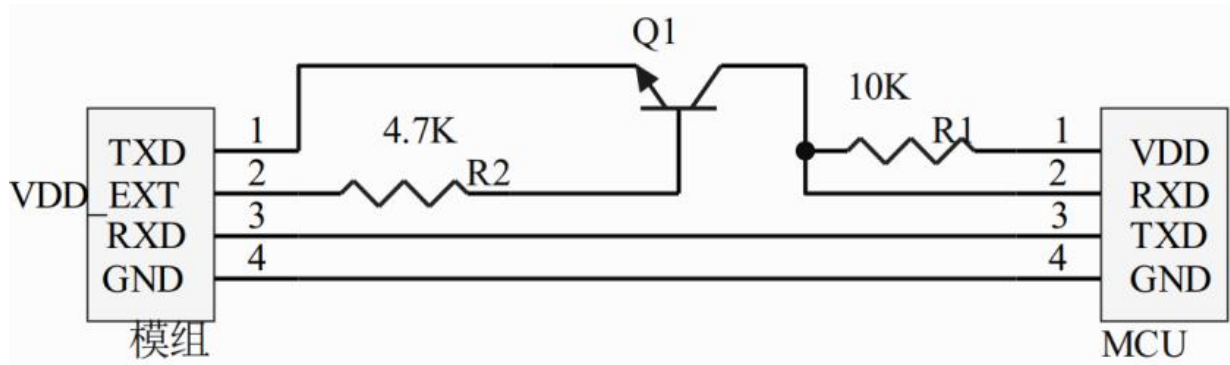

图 14 串口电平转换参考电路
- 1) 用户如果在模组外围把 AT 串口 RXD 与 WAKEUP 连接，并且 WAKEUP 同时使能了唤醒功能(模组串口 1 的 RXD 本身具有 WAKEUP 功能)，这时模组 RXD 不能使用三极管电平转换电路，否则会出现异常唤醒，无法休眠的情况。NB 芯片 RXD 脚有防倒灌设计，MCU TXD 电压范围如果在 1.8~3.6V 内可以采用（如图 14 所示）与模组的 RXD 直连方式解决。